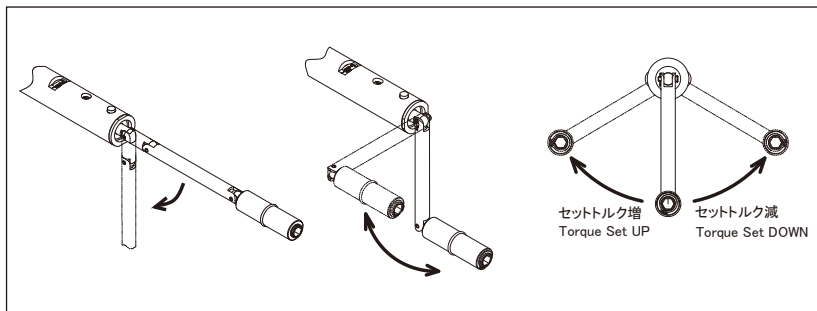

図 11 Fig.11
1. エキステンションハンドルを外した状態で調整ハンドルを回す。(図 11) 調整ハンドルを時計回りに回すとセットトルクが上昇し、反時計回りに回すと減少します。
1. Turn the adjusting handle with the extension handle removed (Fig.11) Turning the adjusting handle clockwise increases the set torque, and turning counter-clockwise reduces it.